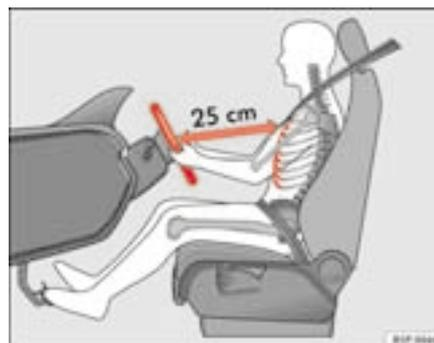

Fig. 95 Posição correcta do banco do condutor
- Ajustar o volante, até ser atingida a posição pretendida ⇒ fig. 95.
- Ajustar o banco do condutor ou o volante, de modo a que a distância entre o volante e o esterno seja de pelo menos 25 cm ⇒ página 134, fig. 95. Se não se respeitar a distância mínima, o sistema de airbag não pode exercer a sua função de protecção – perigo de vida!